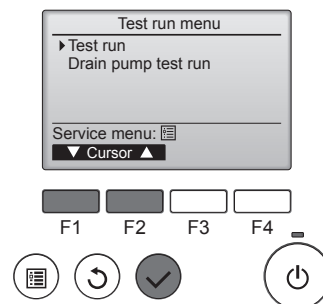

Fig. 8-2
- 2 Vælg "Test run" (Testkørsel) i Test run menu (Testkørselsmenu), og tryk på knappen [VÆLG]. (Fig. 8-2)